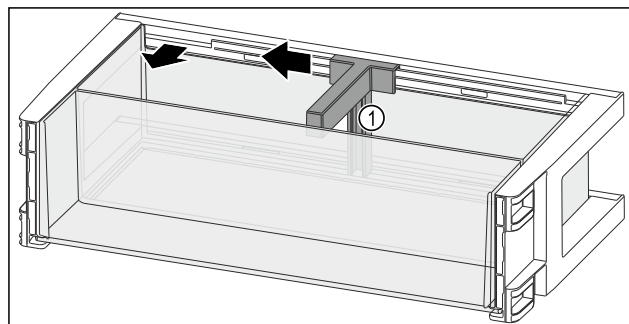

Fig. 131
- ▶ Przesunąć uchwyt butelek Fig. 131 (1) na bok do zagłębienia.
- ▶ Wyjąć uchwyt butelek Fig. 131 (1).